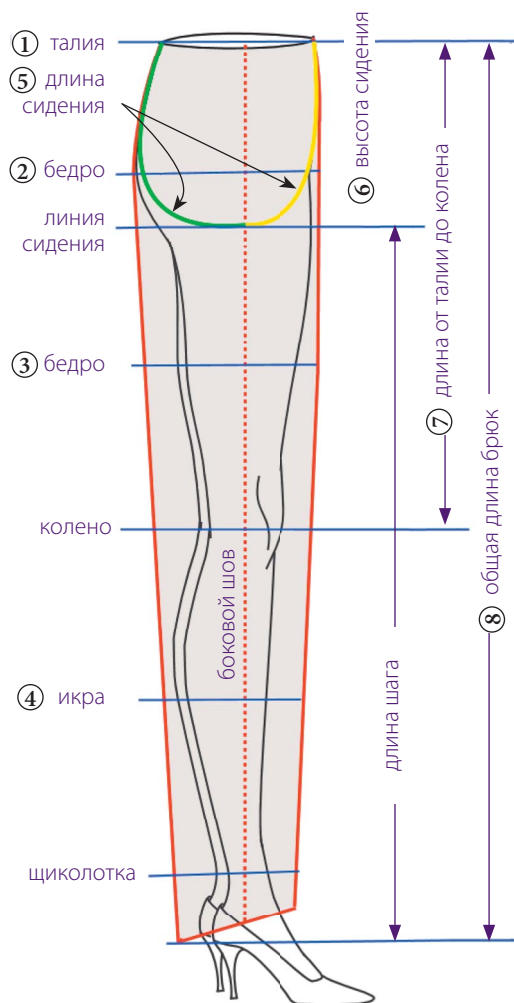

Рис. 3
- ③ Окружность бедра: для того чтобы снять эту мерку, оберните сантиметровую ленту вокруг самого объемного места на бедре. Эта мерка позволяет уточнить ширину брючины ниже линии высоты сидения (см. рис. 3), полученную на базовой выкройке, и адаптировать ее к определенной фигуре. Это особенно важно в случае построения выкройки по меркам конкретного человека, если у него очень крупная верхняя часть бедер или нижняя часть ягодиц.
- ④ Окружность икр: эта мерка снимается в наиболее объемной части икры между коленом и лодыжкой в зависимости от телосложения человека.